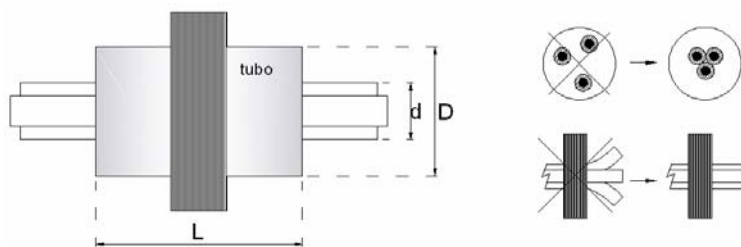

Fig. 4.1 Recomendación en el montaje de transformadores toroidales para diferenciales. Respetar las condiciones:
- utilizar un diámetro del toro D, igual o superior al doble del necesario para permitir el paso de los conductores (fig. 4.1)
- Si a pesar de las medidas anteriores aún se observara algún problema cabe el empleo de una pantalla magnética o tubo de acero dulce rodeando los conductores al paso por el toro, según se indica en la fig. 4.1